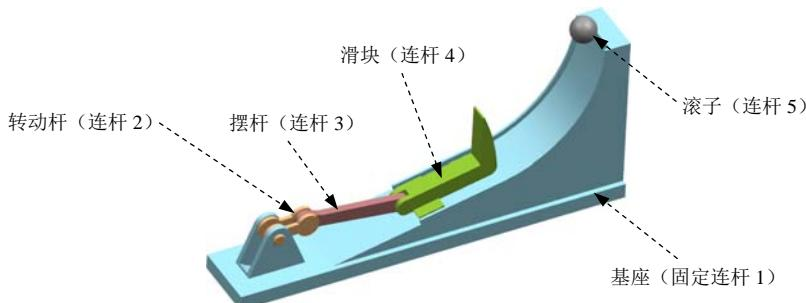

图 6.8.1 机构模型
本范例模拟的是球形滚子由于重力原因从圆弧形斜面上滚落下来，与斜面下端的滑块发生碰撞后反弹，待滚子再次落在斜面上后又沿斜面下滑，再次与滑块碰撞。注意在解算机构前，滚子与基座之间不能有干涉，否则在仿真时滚子由于干涉碰撞不能沿斜面下滑。读者可以打开视频文件 D:\ug85.16\work\ch06.08\roll.avi 查看机构运行状况。机构模型如图 6.8.1 所示。
Step5. 定义固定连杆1。选择下拉菜单**插入(S)** → **链接(L)...**命令，系统弹出“连杆”对话框；选取图6.8.1所示的基座为固定连杆1；在**质量属性选项**下拉列表中选择**自动**选项；在**设置**区域中选中**固定连杆**复选框；在**名称**文本框中采用默认的连杆名称“L001”；单击**应用**按钮，完成固定连杆1的定义。
Step6. 定义连杆2。选择下拉菜单**插入(S)** → **链接(L)...**命令，系统弹出“连杆”对话框；选取图6.8.1所示的转动杆为连杆2；在**质量属性选项**下拉列表中选择**自动**选项；在**设置**区域中取消选中**固定连杆**复选框；在**名称**文本框中采用默认的连杆名称“L002”；单击**应用**按钮，完成连杆2的定义。
Step7. 定义连杆3。选取图6.8.1所示的摆杆为连杆3；单击**应用**按钮。
Step8. 定义连杆4。选取图6.8.1所示的滑块为连杆4；单击**应用**按钮。
Step9. 定义连杆5。选取图6.8.1所示的滚子为连杆5；单击**确定**按钮。